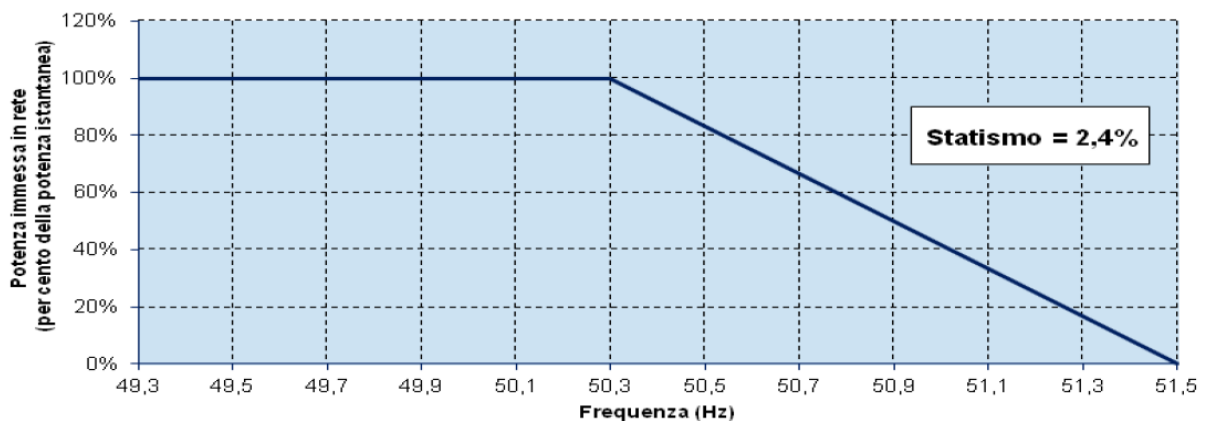

Figura 1 - Regolazione della potenza attiva immessa in rete in funzione della frequenza (tratta da Allegato A70 CdR Terna)
- la capacità di ridurre la potenza immessa in rete in risposta ad una variazione della frequenza del sistema al di sopra di una soglia predefinita (regolazione della potenza in funzione della sovra frequenza) (Figura 1)